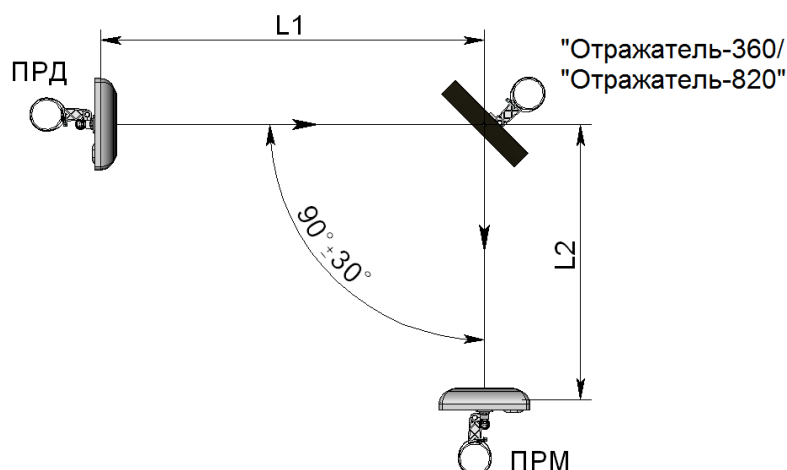

Рисунок 2.15 – Установка извещателей с применением отражателя «Отражатель-360» («Отражатель-820»)
2.3.9.2 При работе извещателей «ФОРТЕЗА-50А», «ФОРТЕЗА-100А», «ФОРТЕЗА-200А» с «Отражателем-360» (см. рисунок 2.15) суммарная длина зоны обнаружения  $L1+L2$  (где  $L1$  – расстояние между блоком ПРД и отражателем,  $L2$  – расстояние между отражателем и блоком ПРМ) не должна превышать: